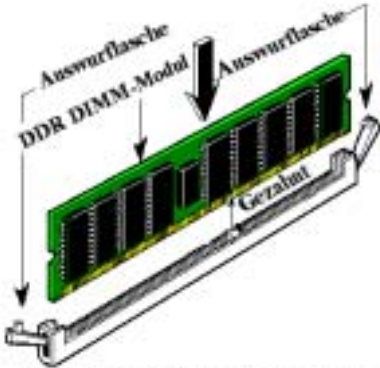

Abb. 2-6. Installation des DDR-Speichermoduls
Schritt 5. Setzen Sie das DDR DIMM-Modul wie im Bild gezeigt in den Erweiterungssteckplatz. Achten Sie darauf, wie das Modul im Steckplatz sitzt. Schauen Sie sich Abb. 2-6 für Details an. **Dies stellt sicher, dass das DDR DIMM-Modul nur auf eine Weise in den Steckplatz eingesetzt werden kann.** Drücken Sie das DDR DIMM-Modul fest in den DDR DIMM-Steckplatz, bis es komplett und fest darin sitzt.